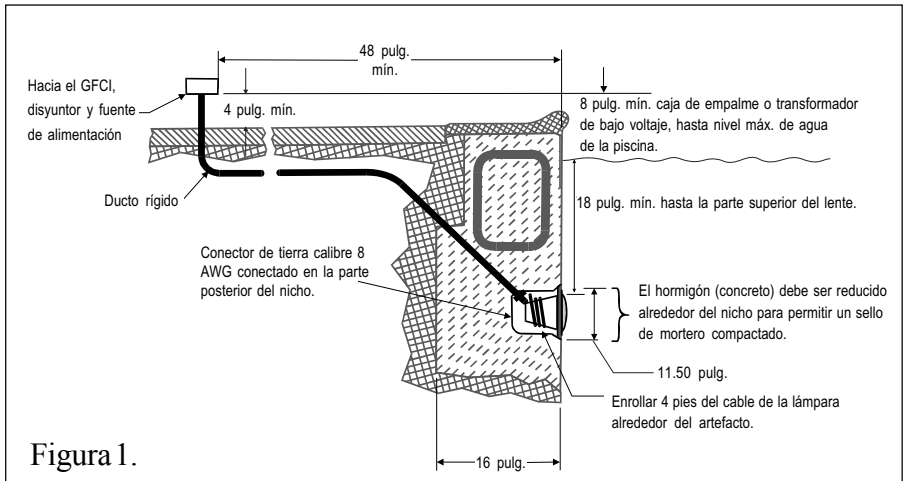

Figura 1.
A. Pasos de preparación que el electricista debe llevar a cabo antes de la instalación del artefacto de iluminación; véase la Figura 1.
- b. La caja de empalme (o el transformador de bajo voltaje en el caso de modelos de 12 voltios) debe estar ubicada a un mínimo de 20,32 cm (8 pulg.) por encima del nivel máximo de agua de la piscina y al menos 1,22 m (48 pulg.) del borde de la piscina; véase la Figura 1.
- d. El nicho en húmedo debe estar correctamente instalado de manera que el borde superior del lente de la lámpara subácuea se encuentre a un mínimo de 45,72 cm (18 pulg.) por debajo de la superficie del agua de la piscina; véase la Figura 1. [En Canadá, a una profundidad máxima de 50,8 cm (20 pulg.)].
- e. El nicho en húmedo debe tener conexión eléctrica apropiada y estar puesto adecuadamente puesto a tierra mediante conector de tierra de calibre No. 8 AWG ubicado en la parte posterior del nicho; véase la Figura 1.
1. Alimente el cable a través del ducto hasta la caja de empalme, dejando por lo menos un tramo de 1,20 m (4 pies) en el punto del artefacto de iluminación para enrollar alrededor de la lámpara; véase la Figura 1. Este tramo de cable alrededor de la lámpara permite efectuar el mantenimiento de la misma una vez que la piscina esté llena de agua.
- d. El nicho en húmedo debe estar correctamente instalado de manera que el borde superior del lente de la lámpara subácuea se encuentre a un mínimo de 45,72 cm (18 pulg.) por debajo de la superficie del agua de la piscina; véase la Figura 1.
5. Deje por lo menos un tramo de 1,20 m (4 pies) para enrollarlo alrededor de la lámpara; véase la Figura 1. Este tramo de cable enrollado alrededor de la lámpara permite efectuar el mantenimiento de la misma una vez que la piscina esté llena de agua.